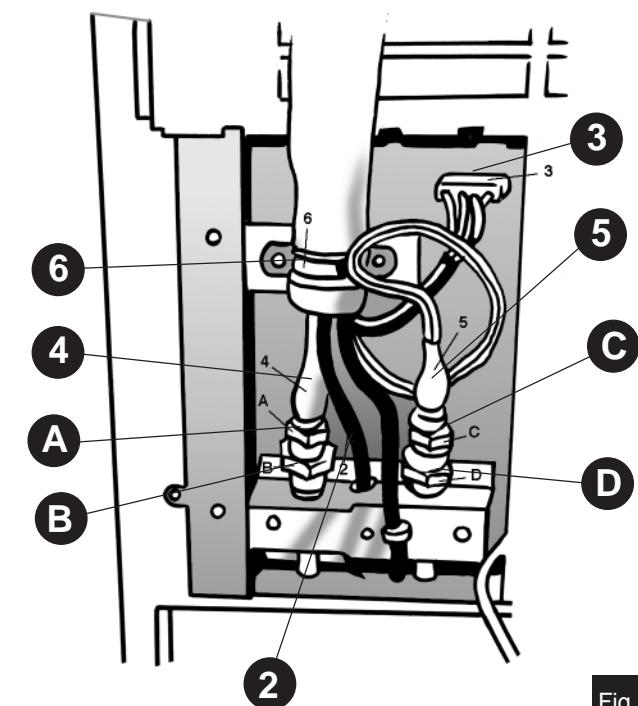

Fig. 12/A
4) Sconnettere - facendo pressione sulle due linguette esterne - il connettore elettrico (Fig. 12 Part B).
6) Svitare i due raccordi rapidi (4) e (5) agendo come descritto di seguito.
4) Den Elektroanschluß (Fig. 12 Teil 3) durch drücken der beiden äußeren Federn trennen.
6) Die beiden Schnellanschlüsse (4) und (5) gemäß nachstehender Anleitungen abschrauben.
4) Desconectar - ejerciendo presión sobre las lengüetas externas - el conector eléctrico (Fig. 12 Elemento 3).
6) Desatornillar los dos empalmes rápidos (4) y (5), actuando de la siguiente
- RACCORDO SINISTRO (4)
- Con una chiave da 19 mm tenete bloccata la parte fissa del raccordo femmina (Fig. 12 Part. A).
- Con una chiave da 24 mm svitate, ruotando in senso antiorario l'elemento mobile del raccordo femmina (Fig. 12 Part. B) sino al completo distacco.
- RACCORDO DESTRO (5)
- Con una chiave da 21 mm tenete bloccata la parte maschio del raccordo (Fig. 12 Part C) collegata alla linea flessibile.
• Con una chiave da 24 mm svitate girandola in senso orario, l'elemento mobile del raccordo femmina fissato alla macchina (Fig. 12 Part D) sino al completo distacco delle due parti.
6) Togliere la fascetta metallica (6) che fissa la linea flessibile svitando le 2 viti relative.
1) Imboccate la parte femmina del raccordo sulla parte maschio fissata alla macchina avvitando manualmente l'elemento mobile della parte femmina (Fig. 12 Part. B) in senso orario. Completate l'operazione tenendo bloccata la parte fissa del raccordo femmina (Fig. 12 Part. A) con una chiave da 19 mm e avvitando l'elemento mobile in senso orario
- RACCORD DE GAUCHE (4)
- Bloquer la partie fixe du raccord femelle (Fig. 12, Détail A) au moyen d'une clé de 19 mm.
- Dévisser l'élément mobile du raccord femelle (Fig. 12, Détail B) en tournant avec une clé de 24 mm dans le sens contraire des aiguilles d'une montre jusqu'à ce qu'il se sépare complètement.
- RACCORD DE DROITE (5)
- Bloquer la partie mâle du raccord (Fig. 12, D tail C) reliée à la ligne flexible au moyen d'une clé de 21 mm.
- Dévisser l'élément mobile du raccord femelle fixé à la machine (Fig. 12, Détail D) en tournant avec une clé de 24 mm dans le sens des aiguilles d'une montre jusqu'à ce que les deux parties se séparent complètement.
6) Oter le collier métallique (6) qui fixe la ligne flexible après avoir dévissé ses 2 vis.
1) Enfiler la partie femelle du raccord sur la partie mâle fixée à la machine en vissant à la main l'élément mobile de la partie femelle (Fig. 12, Détail B) dans le sens des aiguilles d'une montre. Compléter l'opération en bloquant la partie fixe du raccord femelle (Fig. 12, Détail A) au moyen d'une clé de 19 mm et en vissant l'élément mobile dans le sens des aiguilles d'une montre jusqu'à ce qu'il soit complètement serré.
- LEFT COUPLING (4)
- Using a 19 mm spanner, hold the fixed female part of the coupling still (Fig. 12 Part A).
- Using a 24 mm spanner, loosen the moving female part of the coupling by turning anti-clockwise (Fig. 12 Part B) until it comes off.
- RIGHT COUPLING (5)
- Using a 21 mm spanner, hold the male part of the coupling connected to the flexible line still (Fig. 12 Part C).
- Using a 24 mm spanner, turn the moving female element of the coupling that is fixed to the unit clockwise to loosen (Fig. 12 Part D) until the two parts separate.
6) Remove the metal clamp (6) that attaches the flexible line by loosening the two screws.
1) Fit the female part of the coupling on the male part fixed to the unit, manually screwing in the moving element of the female part clockwise (Fig. 12 Part B). Complete the operation, keeping the fixed female part of the coupling still (Fig. 12 Part A) using a 19 mm spanner and turning the moving element clockwise until it is completely tightened.